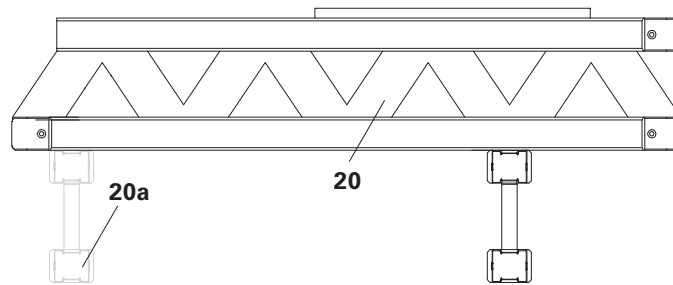

Fig. A2.23
2. Positionnez et alignez les poutrelles primaires GT 24 requises pour accueillir les étais MP et les traverses selon les plans. (Fig. A2.23)
N'utilisez pas de nouvelles poutrelles GT 24. Utilisez les poutrelles GT 24 (20a) comme aide au montage. (Fig. A2.23)